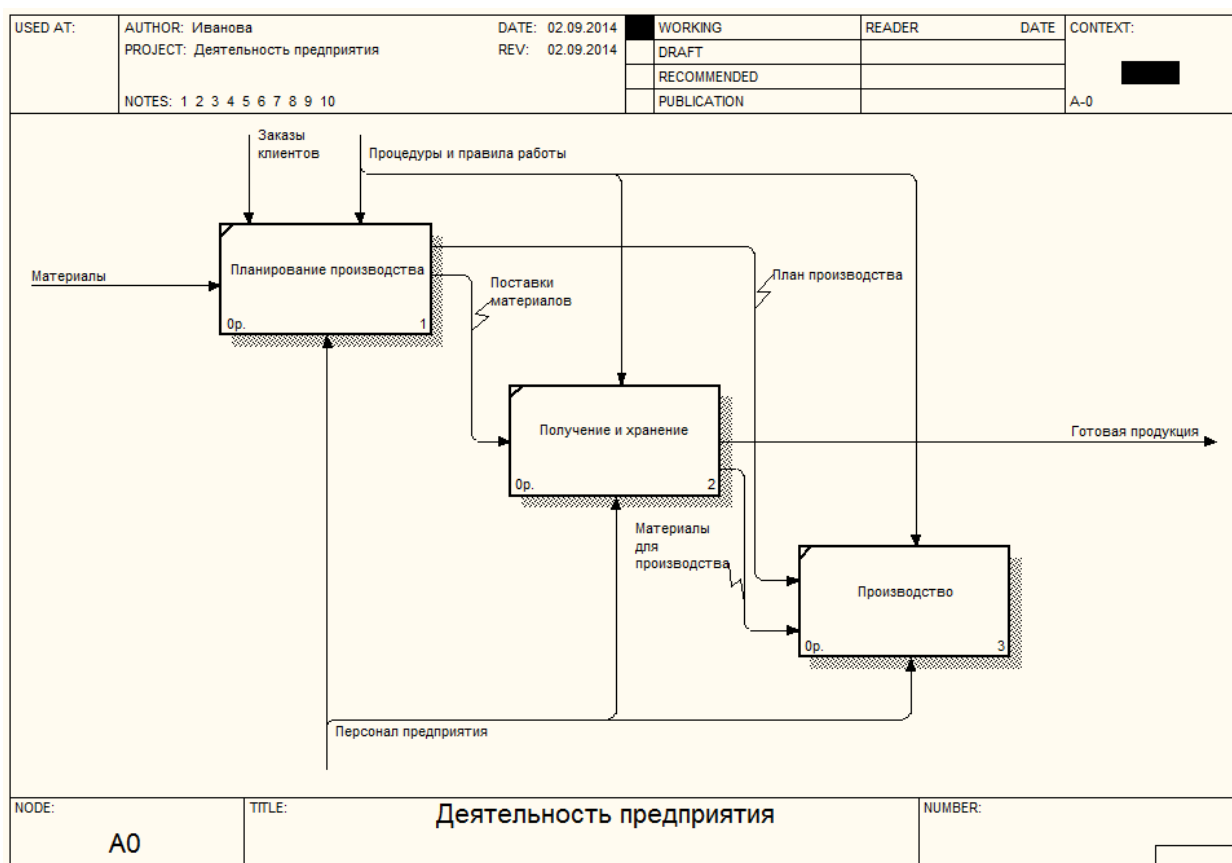

Рис. 21. Создание внутренних стрелок диаграммы
9. Аналогично создайте внутренние стрелки в соответствии с таблицей 3и рис. 21.